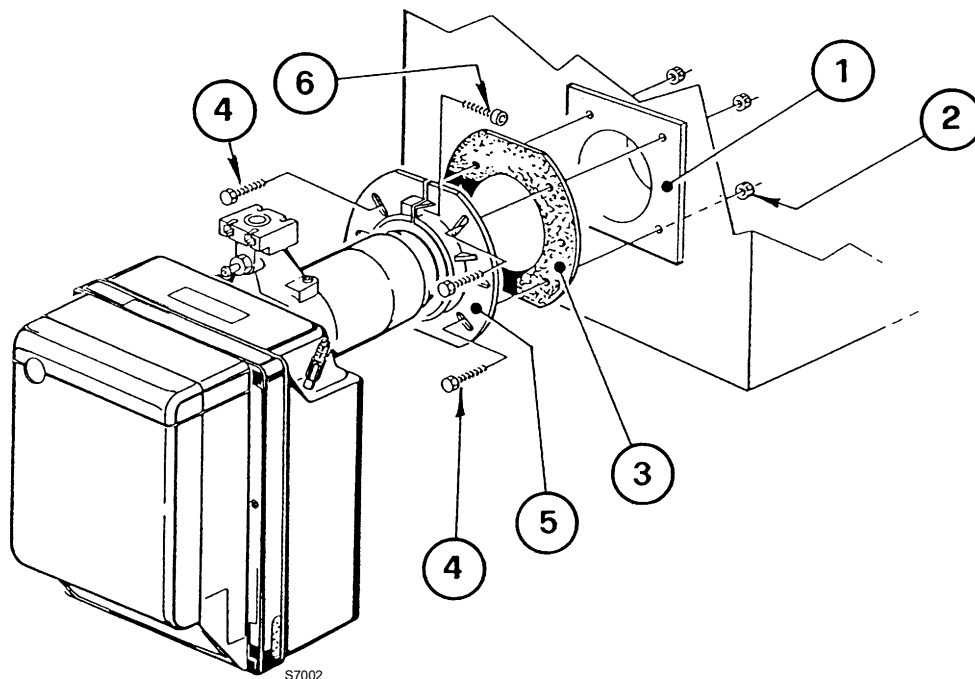

Abb. 12
- Mit den Schrauben 4) und (falls erforderlich) den Muttern 2) den Flansch 5) an der Kesseltür 1)(Abb. 12) nach Zwischenlegen der Isolierdichtung 3) montieren, dabei eine der beiden oberen Schrauben 4) locker lassen.